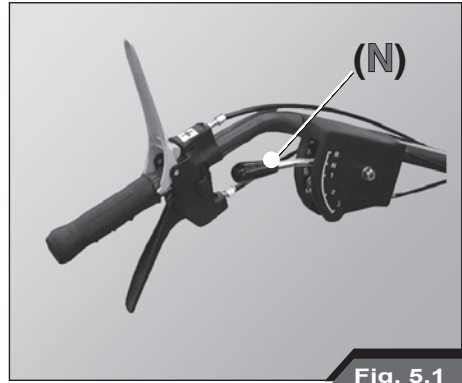

Fig. 5.1
- voor uw veiligheid of de versnellingshendel in de vrijstand staat (N, Fig. 5.1).
- Controleer voor uw veiligheid of de hendels van de voortgang van de machine (2) en van de inschakeling van de rotor van de maaibladen (6) in een verticale stand staan.
- Breng de gashendel (5) op de helft van de slag.